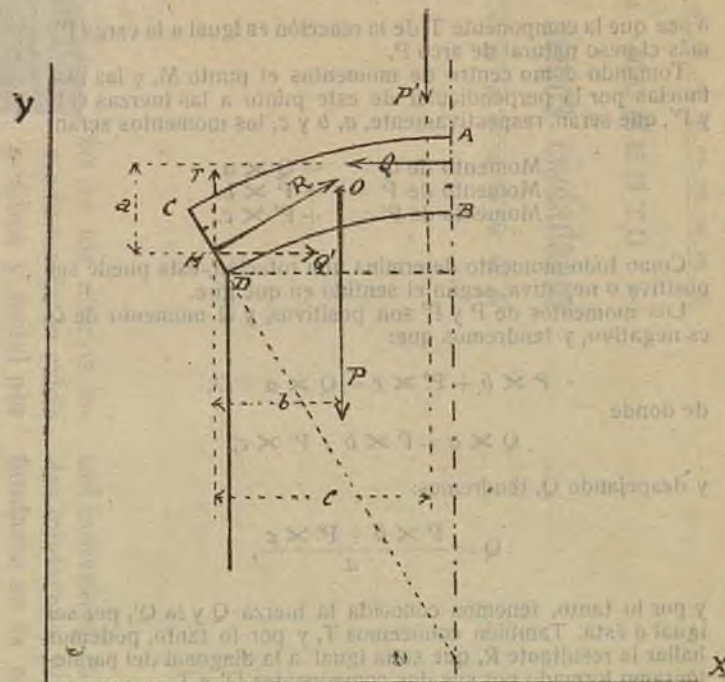

Fig. 55. bis.
**Condiciones mecánicas de las bóvedas.**—Para calcular el ancho que ha de tener el muro para que esté en buenas condiciones de resistencia, dividimos el arco (fig. 55 bis) en tres partes
**Empuje que produce una bóveda.**—Dividimos *AB* (fig. 55 bis 2) en tres partes iguales y tomamos en el tercio superior una fuerza *Q* que es el empuje que necesita la bóveda para su estabilidad en la clave.